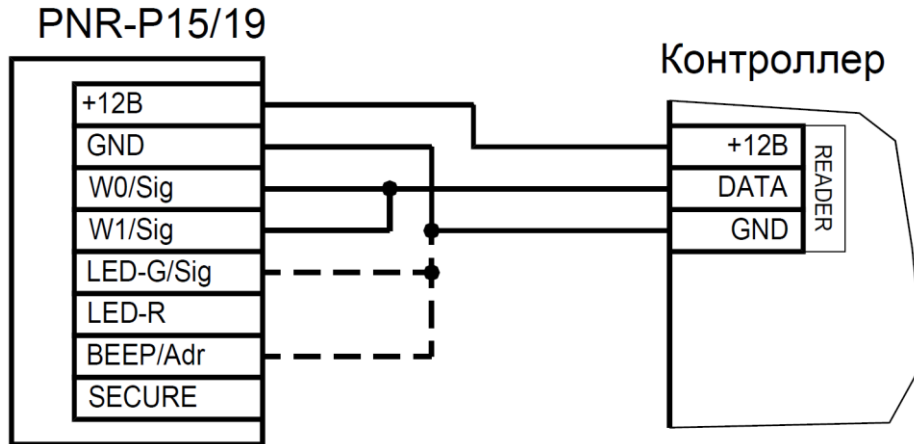

Рисунок 5. Подключение считывателя в режиме Touch Memory
- При работе в режиме **Parsec** линия SIG считывателя (зеленый, белый и оранжевый провода: W0/SIG, W1/SIG и LED-G/SIG) является двунаправленной (см. таблицу 2 и рис. 5 и 6). По ней считыватель передает контроллеру считанный с карты код во внутреннем формате системы Parsec.
Для работы считывателя в режиме интерфейса Touch Memory соедините белый и зеленый провода (W0/SIG и W1/SIG) и подключите их к клемме считывателя на контроллере (см. рис. 5).
Если управление индикацией не используется, то оранжевый и желтый провода (LED-G/SIG и BEEP/ADR) должны быть соединены с черным проводом (GND) (как показано пунктиром на рис. 5), в противном случае зеленый светодиод и звуковой сигнал будут работать постоянно. При необходимости использования индикации подключите провода LED-G/SIG, LED-R и BEEP/ADR к контроллеру как указано в руководстве по эксплуатации последнего.